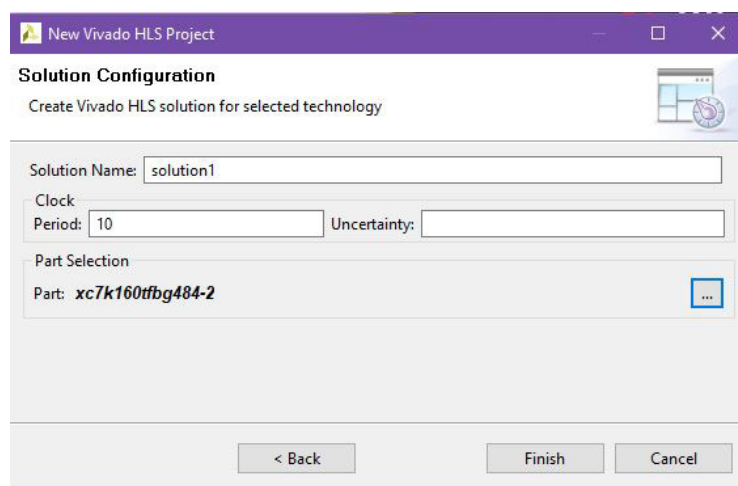

Abbildung 5: Einstellungen für die Solution
- Im nächsten Fenster müssen die Technologieangaben für die erste „Solution“ angelegt werden. Belassen Sie den voreingestellten Namen der Solution und die Taktperiode von 10 ns. Die „Uncertainty“ wird von der Taktperiode subtrahiert und ist eine zusätzliche Marge für eine eventuelle spätere Vergrößerung der Verzögerungszeiten bei der Logiksynthese und bei Place&Route. Wenn Sie nichts angeben, dann ist die Marge 12,5% von der angegebenen Taktperiode. Bei **Part Selection** wählen Sie den Ziel-FPGA-Baustein aus, verwenden Sie hier den in Abbildung 5 angegebenen FPGA. Drücken Sie nun auf **Finish**.